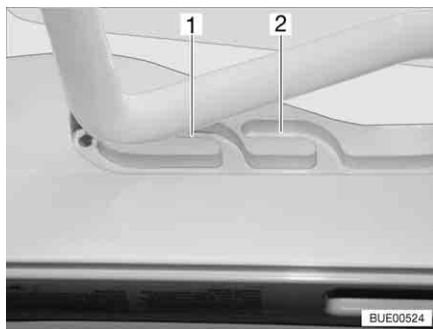
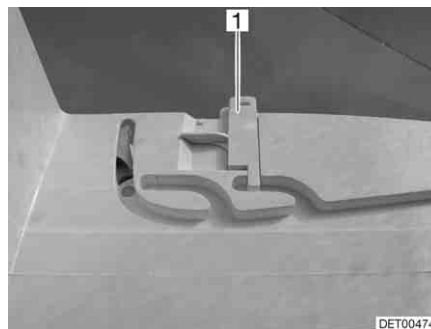

Fig. 46 Oblò Heki in posizione di ricircolo d'aria
Fig. 47 Bloccaggio della posizione di ricircolo d'aria
È possibile portare l'oblò Heki in due posizioni di ricircolo d'aria: Posizione brutto tempo (Fig. 46,1) e posizione centrale (Fig. 46,2). A seconda del modello è possibile bloccare l'oblò nella posizione centrale con il chiavistello (Fig. 47,1).
- Premere la staffa leggermente verso l'alto, spingerla nella guida selezionata (Fig. 46,1 o 2) ed eventualmente bloccarla.